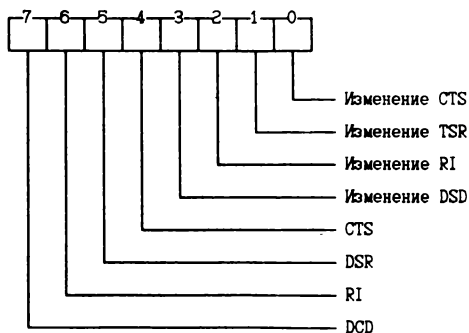

Рис. 7.9. Назначение битов регистра состояния модема
*Регистр состояния модема* предназначен для определения состояния модема (рис. 7.9). Доступ к этому регистру осуществляется через порт ввода-вывода с адресом, имеющим смещение 6 (3FEh) относительно базового.